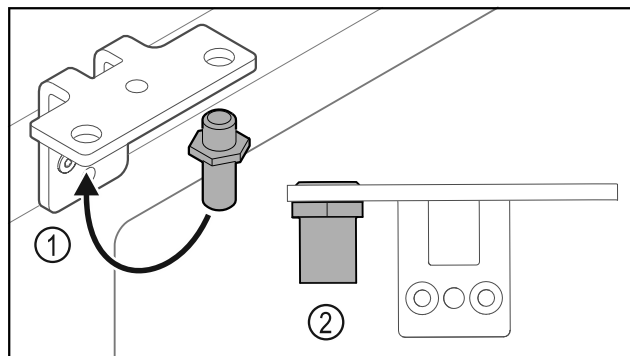

Fig. 27
- ▶ Преместете болта Fig. 27 (1) в ъгъла на пантата.
- ▶ Затегнете болта Fig. 27 (2) с **въртящ момент от 12 Nm**.